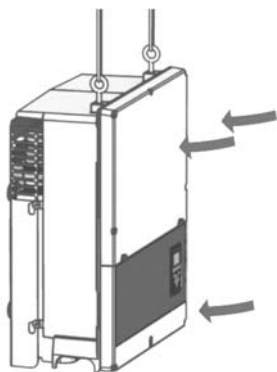
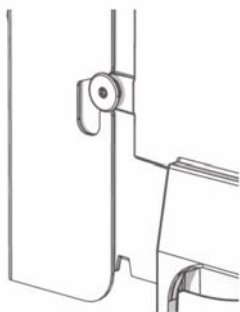

Figura 2.13 Inserimento delle viti negli alloggiamenti
Figura 2.14 Inserimento delle viti negli alloggiamenti - Dettaglio
3. Spingere l'inverter come mostrato in modo che le viti laterali scorrano nei 2 alloggiamenti inferiori e nei 2 alloggiamenti superiori. V. figura 2.13 e figura 2.14.